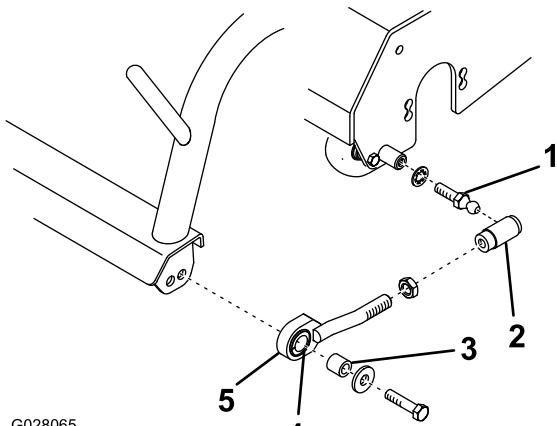
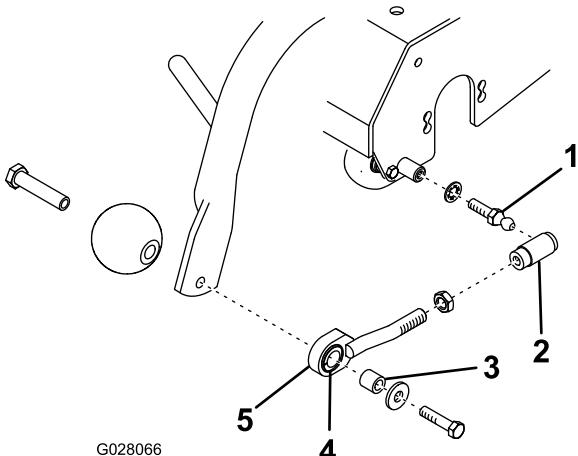

Figure 5
Figure 6
- B. Montez un écrou de blocage et un logement de rotule sur chaque tirant, comme montré à la Figure 5 ou la Figure 6.
- C. Montez un tirant à chaque extrémité du bâti porteur avec une entretoise, une rondelle et une vis (Figure 5 ou Figure 6).
- D. Montez une tige de rotule et une rondelle frein à chaque extrémité du rouleau triple (Figure 5 ou Figure 6).
F. Repoussez le manchon sur chaque douille de rotule et accrochez-les sur les rotules (Figure 5 ou Figure 6).